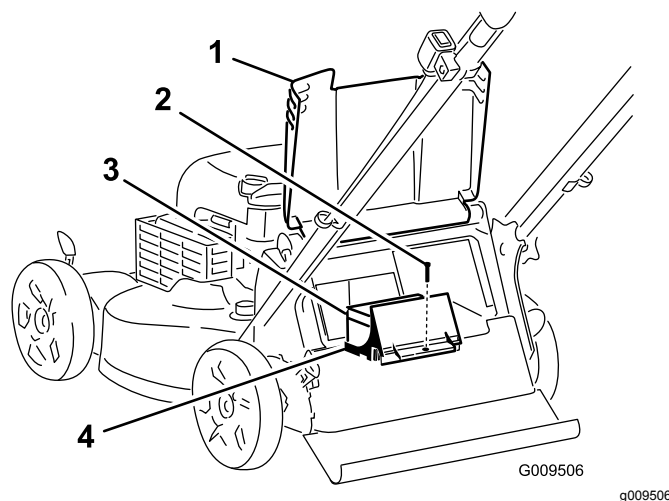

Рисунок 30
1. Поднимите задний отражатель и найдите аккумуляторный отсек (Рисунок 30).